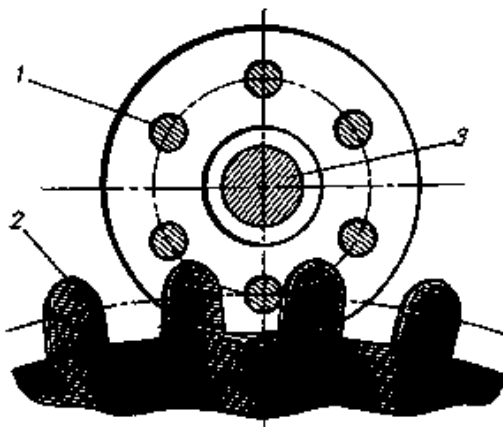

Рис. 171. Цевочное (штифтовое) зацепление:
**Колесное зацепление.** Оно состоит из колес и трибов. Часто трибы в будильнике имеют цевочное, т. е. штифтовое зацепление (рис. 171). Цевочное зацепление весьма несовершенно, но в то же время мало чувствительно к нарушению точности расстояния между осями и легко переносит загрязнение.